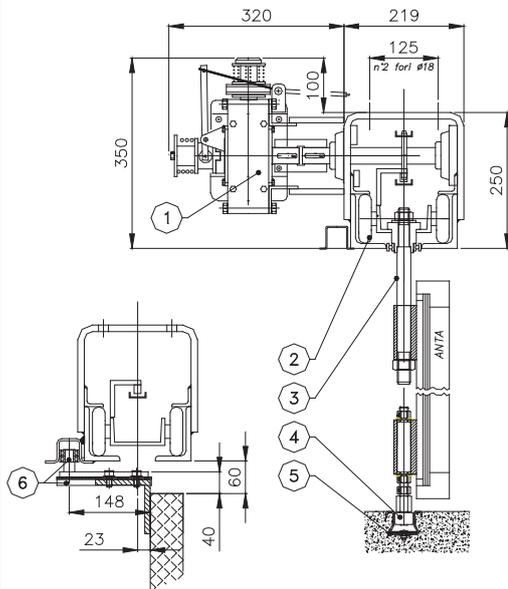

Fig. 18 GUIDA TIPO H20
GUIDE tipo H20 - H35 PER PORTONI A LIBRO O SCORREVOLI DI DIMENSIONI E PESI ECCEZIONALI, destinati alla chiusura di hangar di aeroporti, stazioni marittime o altro. La Casit dispone di sistemi motorizzati (guide tipo H20 o H35), ampiamente collaudati, che o con portone completamente sospeso alla guida superiore portante e motorizzata o con portone appoggiato a delle ruote inferiori pivotanti e guidato superiormente dalla guida motorizzata, permettono di risolvere, con piena soddisfazione del cliente e con minimi ingombri qualsiasi problematica. Fig.18 e 19.
- LEGENDA FIGURE 18, 19**